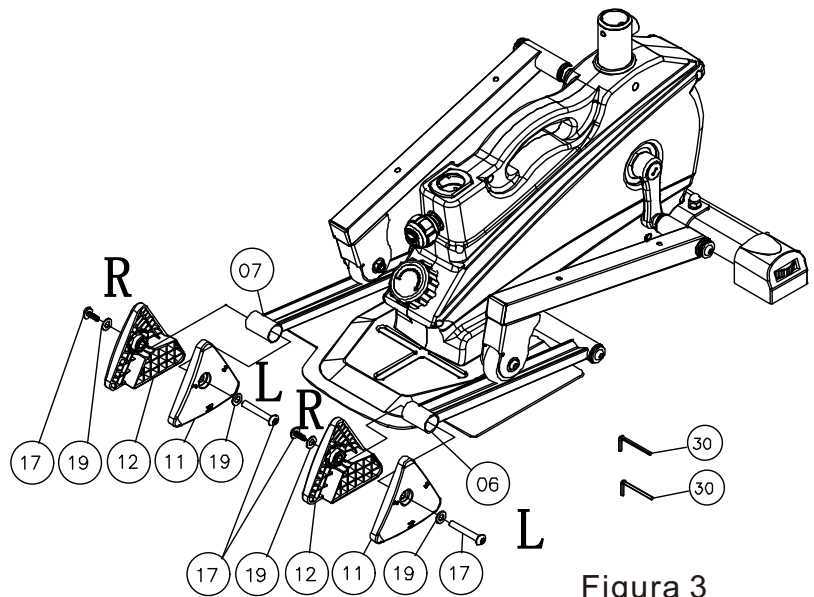

Figura 3
3. Utilice dos tornillos No. 17 y dos arandelas planas No. 19 para fijar los asientos de ajuste triangulares No. 11 y No. 12 a los extremos frontales de los soportes de ajuste izquierdo y derecho No. 06 y No. 07. Como se muestra en la Figura 3: